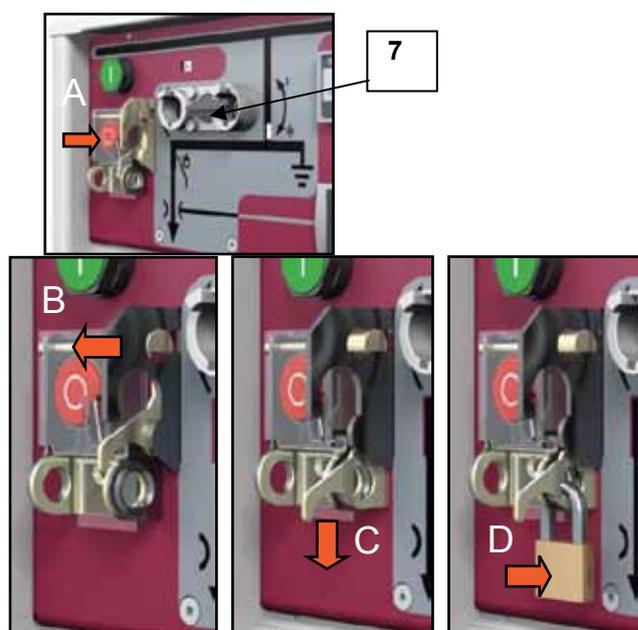

Рис. 4-13.
Установка блокировки, см. Рис. 4-13
1. Поверните ручку селектора (7) по часовой стрелке.
2. Полностью опустите крышку кнопки ОТКЛ. (A)
3. Потяните на себя часть B. Часть C автоматически опустится, а часть B останется на месте (Рис. 4-13 C).
4. Пропустите дужку навесного замка (D) сквозь отверстие справа (Рис. 4-13 D). Диаметр дужки 1-12 мм.
1. Снимите навесной замок D (Рис. 4-13 D).
2. Потяните часть C сверху, часть C автоматически вернется назад (Рис. 4-13 C).